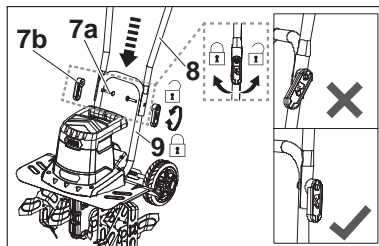

Fig. 1
2. Alignez les trous de la barre de poignée centrale [8] avec les trous de la barre inférieure de la poignée (9) et fixez le raccordement à l'aide des boulons [7a] et des leviers [7b] (Fig. 1).